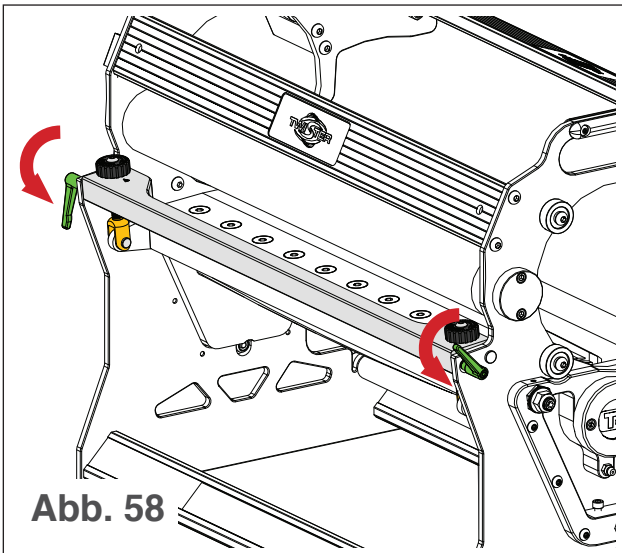

Abb. 58
1. Ziehen Sie die Verriegelungsknöpfe der Einstellstange heraus und drehen Sie sie so, dass sie gerade nach unten zeigen (siehe Abb. 58).